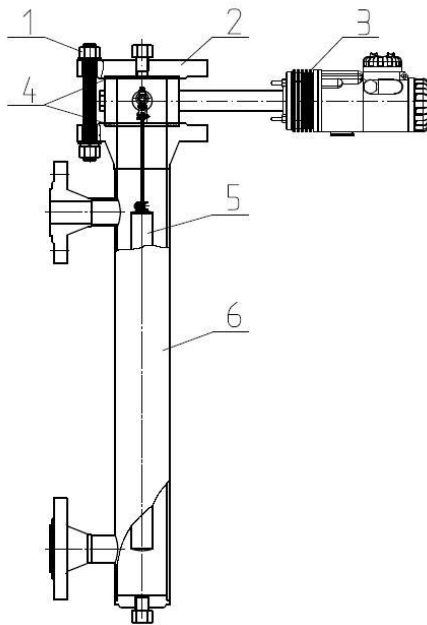

图 1 产品结构
### 2.1 产品主要结构-图 1
6.2.1 安装测量室时，外筒侧法兰轴线必须垂直于水平面（图 5），如果 ZTD 智能浮筒发讯器与其余零件是分体包装的，则按图 1 所示各零件位置安装，如果已经整体安装，则按 6.3.5 操作。